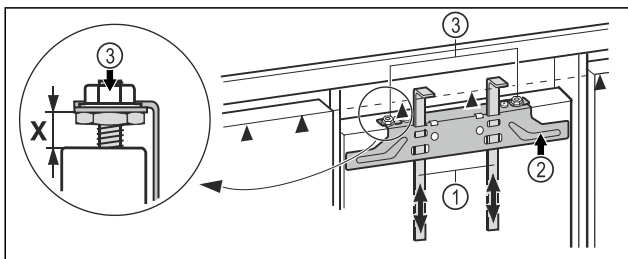

Fig. 16
- ▶ Pousser les aides au montage Fig. 16 (1) à hauteur de la porte du meuble. Bord de butée inférieur ▲ de l'aide au montage = bord supérieur de la porte de meuble à monter.
- ▶ Dévisser la traverse de fixation Fig. 16 (2) avec les contre-écrous Fig. 16 (3).